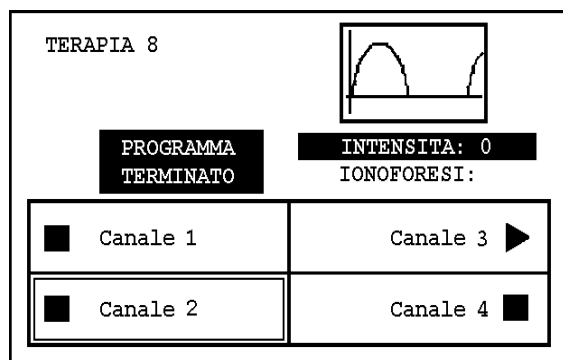

Fig.21
- 2) Se, invece, si preme nuovamente il tasto STOP l'emissione termina definitivamente e compare "Programma Terminato". (Fig.21)